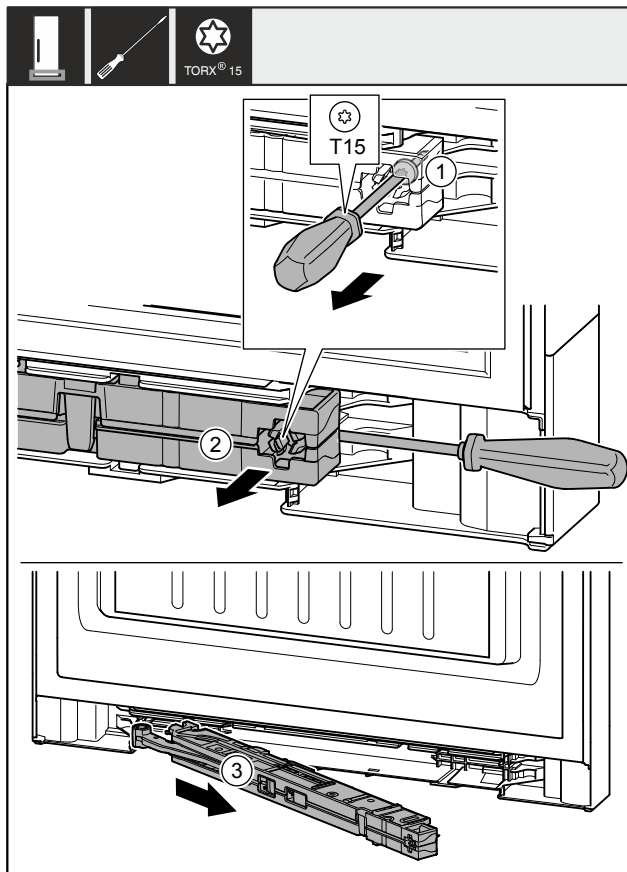

Fig. 11
- ▶ Šroub Fig. 11 (1) na jednotce tlumiče zavírání povolte šroubovákem o cca 14 mm.
- ▶ Vypačte jednotku tlumiče zavírání Fig. 11 (2) na straně madla šroubovákem dopředu.
- ▶ Vytáhněte jednotku tlumiče zavírání Fig. 11 (3).